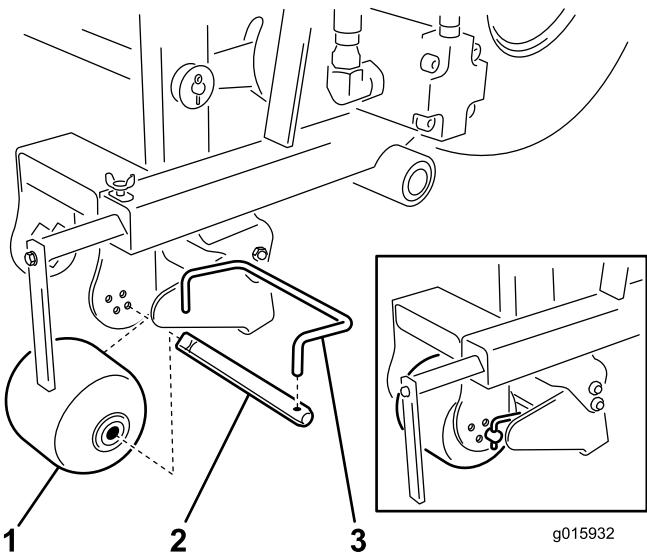

Figura 13
3. Staccate il raschiarullo dall'asta del rullo (Figura 13).
4. Estraete l'asta del rullo dal rullo (Figura 13).